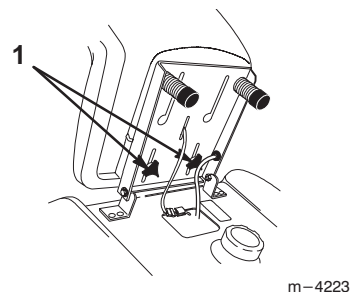

Abbildung 12
1. Den Sitz anheben und die Einstellknöpfe lösen (Abb. 12).